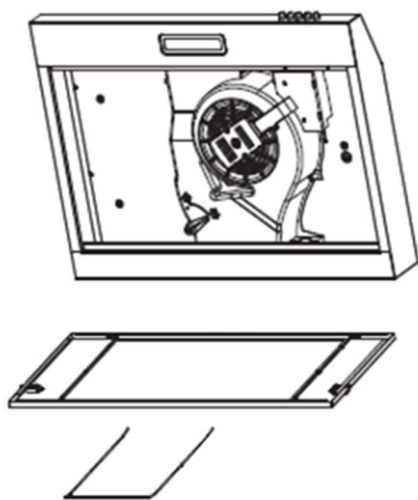

Рис.1
- Снимите жироулавливающий фильтр и снимите железную проволоку Рис.1